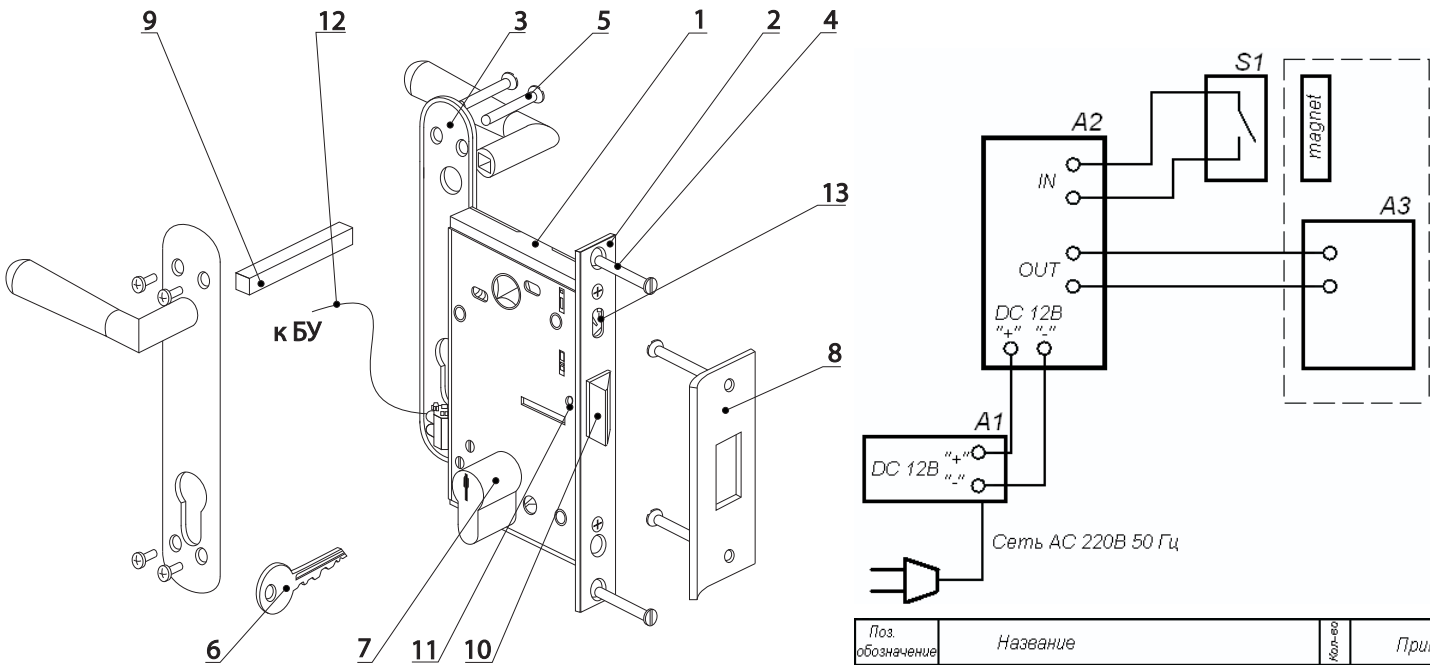

Рис.1 Состав и внешний вид замка.
Состав и внешний вид замка показаны на рис.1.
- вывинтите полностью установочный винт 11 ключом шестигранным S2,5 (рис.1);